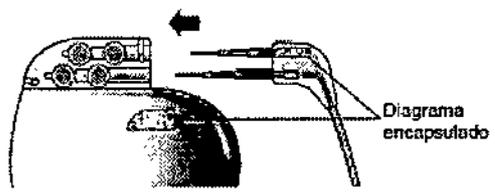

Figura 7. Introduzca completamente las clavijas de conexión de la extensión en el bloque de conexión del neuroestimulador Modelo 3023.
3. Confirme que el diagrama encapsulado en la extensión dispone de cuatro polos, que se corresponden con el diagrama encapsulado en el neuroestimulador (Figura 7).
4. Introduzca las clavijas de conexión de la extensión en el neuroestimulador hasta que queden totalmente encajadas en el bloque de conexión (Figura 7).